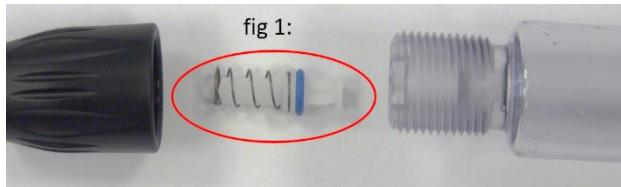

fig 1:
- fig 1: Bei HSW ECO-MATIC® mit 12,5 ml und 30 ml Volumen, das Ventil inkl. Feder und O-Ring nach vorne gegen einen kleinen Widerstand herausziehen. Nicht an der Feder ziehen!
- fig 1: Bei HSW ECO-MATIC® mit 12,5 ml und 30 ml Volumen, das Ventil inkl. Feder und O-Ring anschließend in den Zylinder einsetzen und gegen einen kleinen Widerstand einrasten lassen.